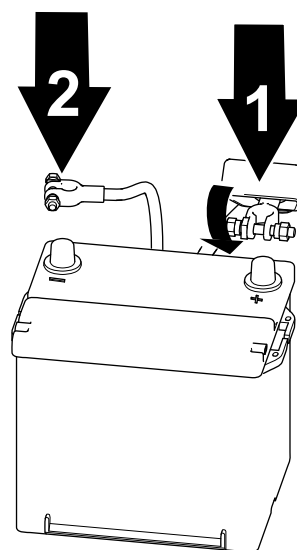

Рисунок 61
1. Подсоедините положительный кабель к аккумулятору и затяните зажимную гайку аккумулятора (Рисунок 61).
2. Подсоедините отрицательный кабель к аккумулятору и затяните зажимную гайку аккумулятора (Рисунок 61).